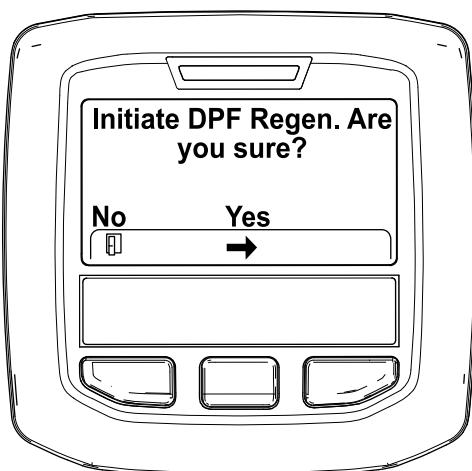

図 31
4. Initiating DPF Regen DPF 再生開始 Are you sure?というメッセージが表示されるので、中央ボタンを押す図 31。